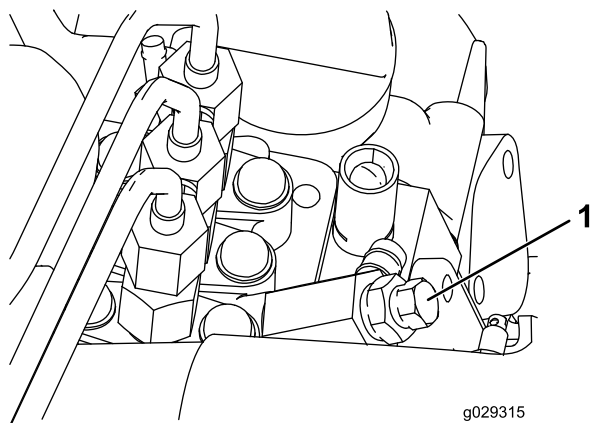

Figura 30
3. Abra el tornillo de purga de aire de la bomba de inyección de combustible (Figura 30).